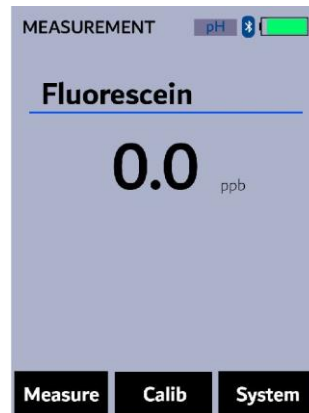

Figura 7.
4. Pulse **OK** para iniciar la pantalla de **MEDICIÓN DE FLUORESCÉIN** (Figura 7).